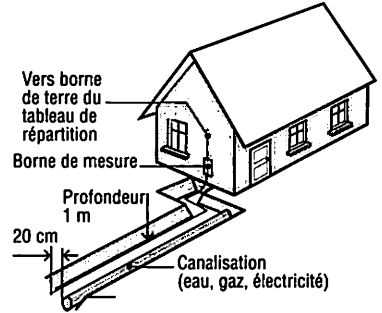

Fig. 32 : Prise de terre en tranchée.
- Pose d'un câble en tranchée, à plus de 20 cm de toute autre canalisation (fig. 32).